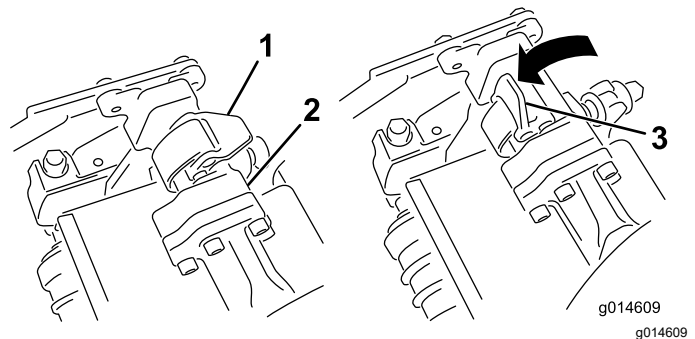

Bild 65
4. Öffnen Sie die Verriegelungen an der Aufhängearmstange (Bild 65) und drücken Sie den Aufhängearm nach unten, damit die Stange über beide Neigungsarme am Mähwerk liegt und stellen Sie sicher, dass die Verriegelungen unter die Querstange des Mähwerks greifen (Bild 66).
5. Drücken Sie die Riegel nach unten um die Schneideinheitsstange herum und arretieren sie (Bild 65).
6. Öffnen Sie die Riegel an der Aufhängearmstange der Schneideinheit, die Sie entfernen möchten (Bild 65).